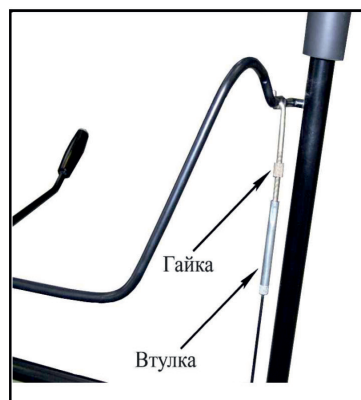

Рис. 7
2. Закрутить на резьбу Z-образного пальца втулку тросика привода шнека (рис. 7).